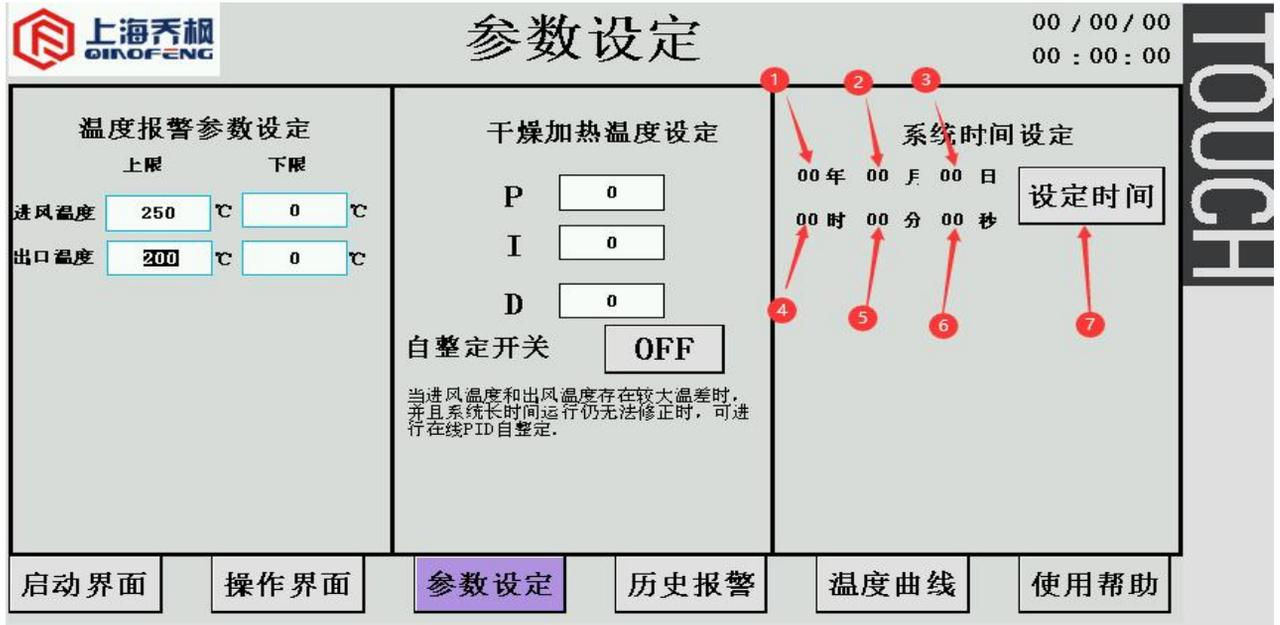

图 16
(5) 点击年、月、日、时、分、秒前数字修改显示日期与时间，再点击“设定时间”即可同步显示已修改完成。显示状态如下图 16 所示。